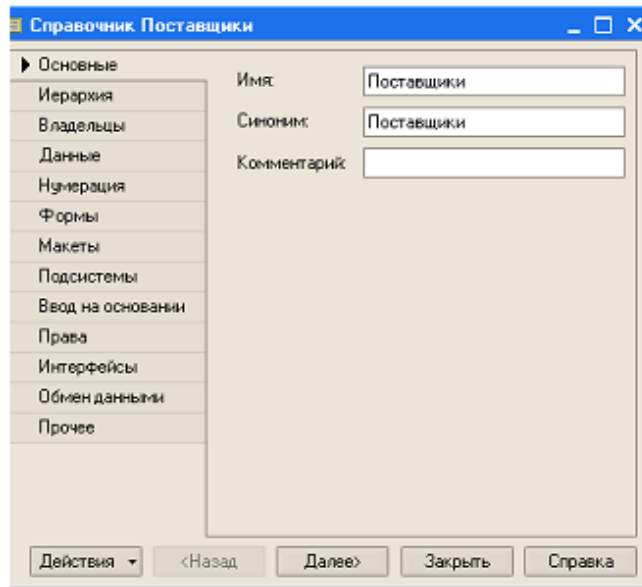

Рис. 13
- в окне **Конфигурация** в дереве конфигурации на объекте **Справочники** щелкните правой кнопкой, а затем щелкните на появившемся пункте **Добавить** – откроется окно редактирования объекта конфигурации **Справочник** (рис. 13);